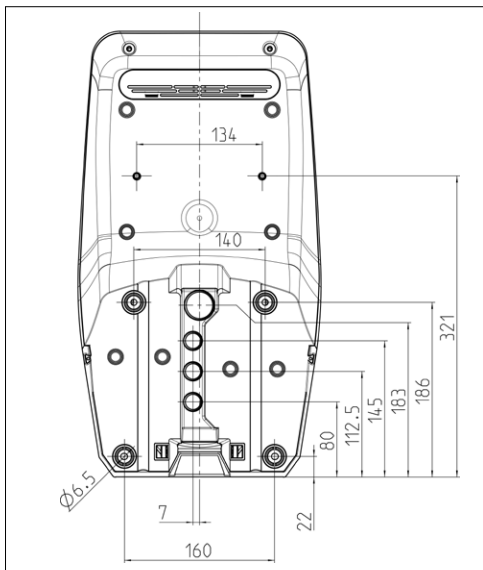

Abb. 10: Bohrmaße [mm]
Bei einer Unterputzverlegung muss die Position der Versorgungsleitung anhand der mitgelieferten Bohrschablone oder der Abbildung "Abb. 10: Bohrmaße [mm]" vorgesehen werden.
- ▶ Befestigungsbohrungen anhand der mitgelieferten Bohrschablone oder der Abbildung "Abb. 10: Bohrmaße [mm]" anzeichnen.